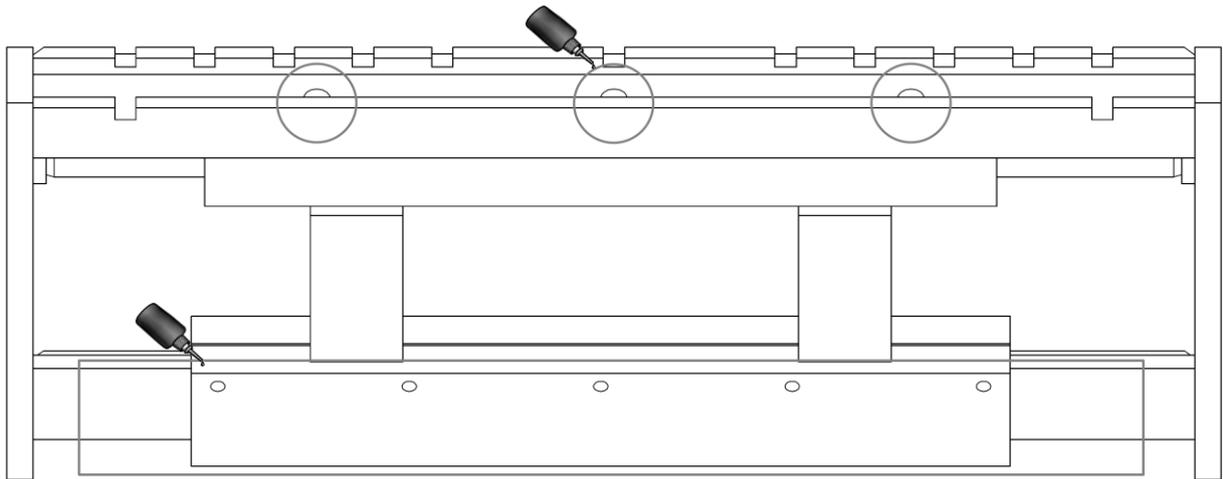

Figure 14
1. Lubrifier les composants de glissement à l'aide des graisseurs (voir *Figure 14*).
2. Lubrifier les lardons de guidage et leur barre de glissement (voir *Figure 14*).